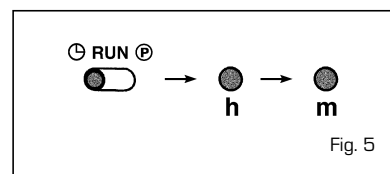

Fig. 5
- Programación de la hora (fig. 5)